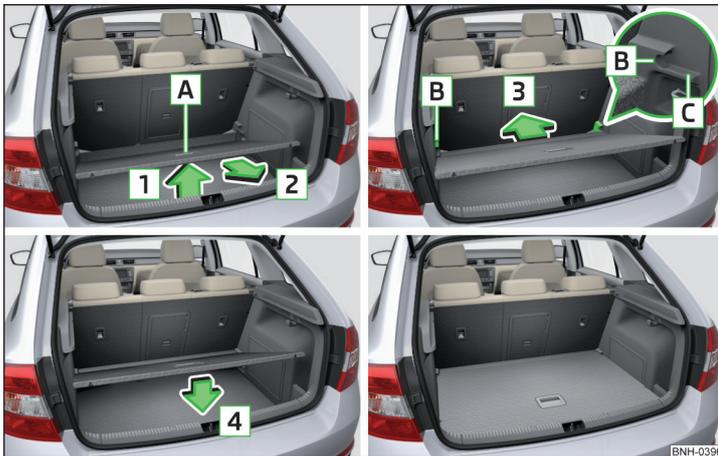

Fig. 100 Ajustar el suelo de carga variable en la posición superior
- Agarrar el suelo de carga variable por el agarradero **A** » fig. 100.